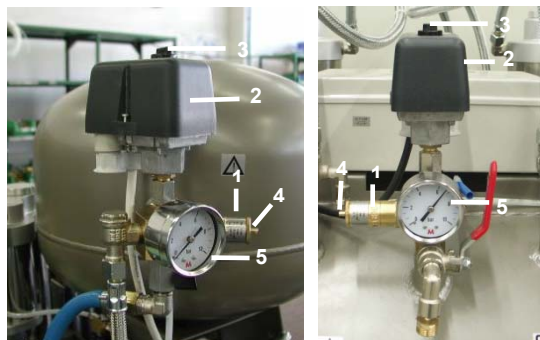

Рис.13
(Рис.13).
(Рис.13)
В том случае, если компрессор не будет применяться длительное время, рекомендуется слить конденсат из напорного резервуара и компрессор потом запустить в эксплуатацию примерно на 10 минут с открытым клапаном для слива конденсата (1) (Рис.14, Рис.15). Потом выключить компрессор выключателем (3) на реле давления (2) (Рис.13), закрыть клапан для слива конденсата и отсоединить оборудование от электросети.